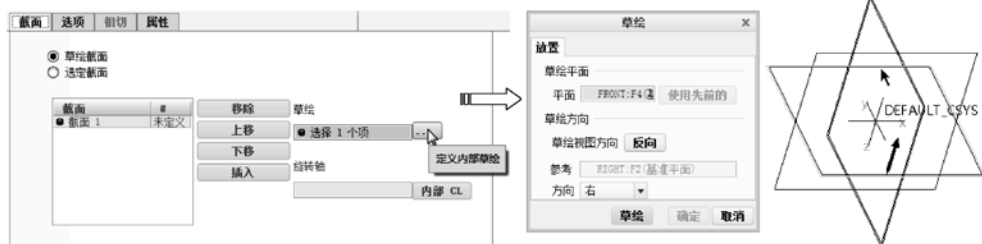

图 3-67 选择第一截面的草绘平面
- 然后在“截面”选项卡中单击“定义”按钮  **定义...**，弹出“草绘”对话框，并按信息提示选择 FRONT 基准平面作为草绘平面，如图 3-67 所示。